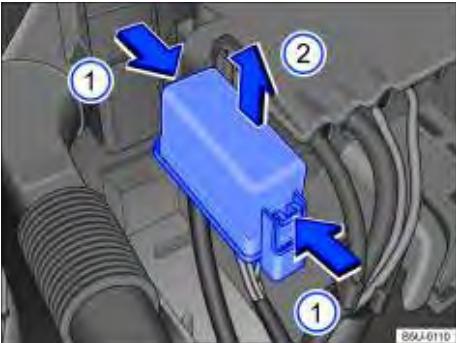

Fig. 165 No compartimento do motor: cobertura da caixa de fusíveis.
- Pressionar as travas no sentido da seta ⇒ **Fig. 165** ①, para desbloquear a cobertura da caixa de fusíveis.
- Remover a cobertura por cima, no sentido da seta ②.
- Para a **instalação**, colocar a cobertura sobre a caixa de fusíveis. Pressionar a cobertura para baixo, no sentido contrário da seta ②, até que trave de forma audível.